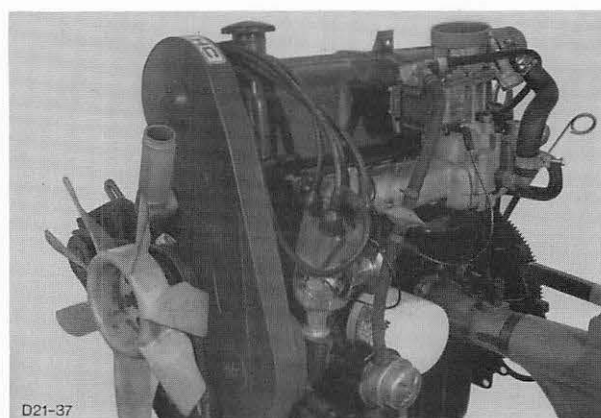

Abb. 124 Motor vom Montageständer abbauen
68. Ölmeßstab einschieben und Motor vom Montageständer abbauen, Abb. 124.